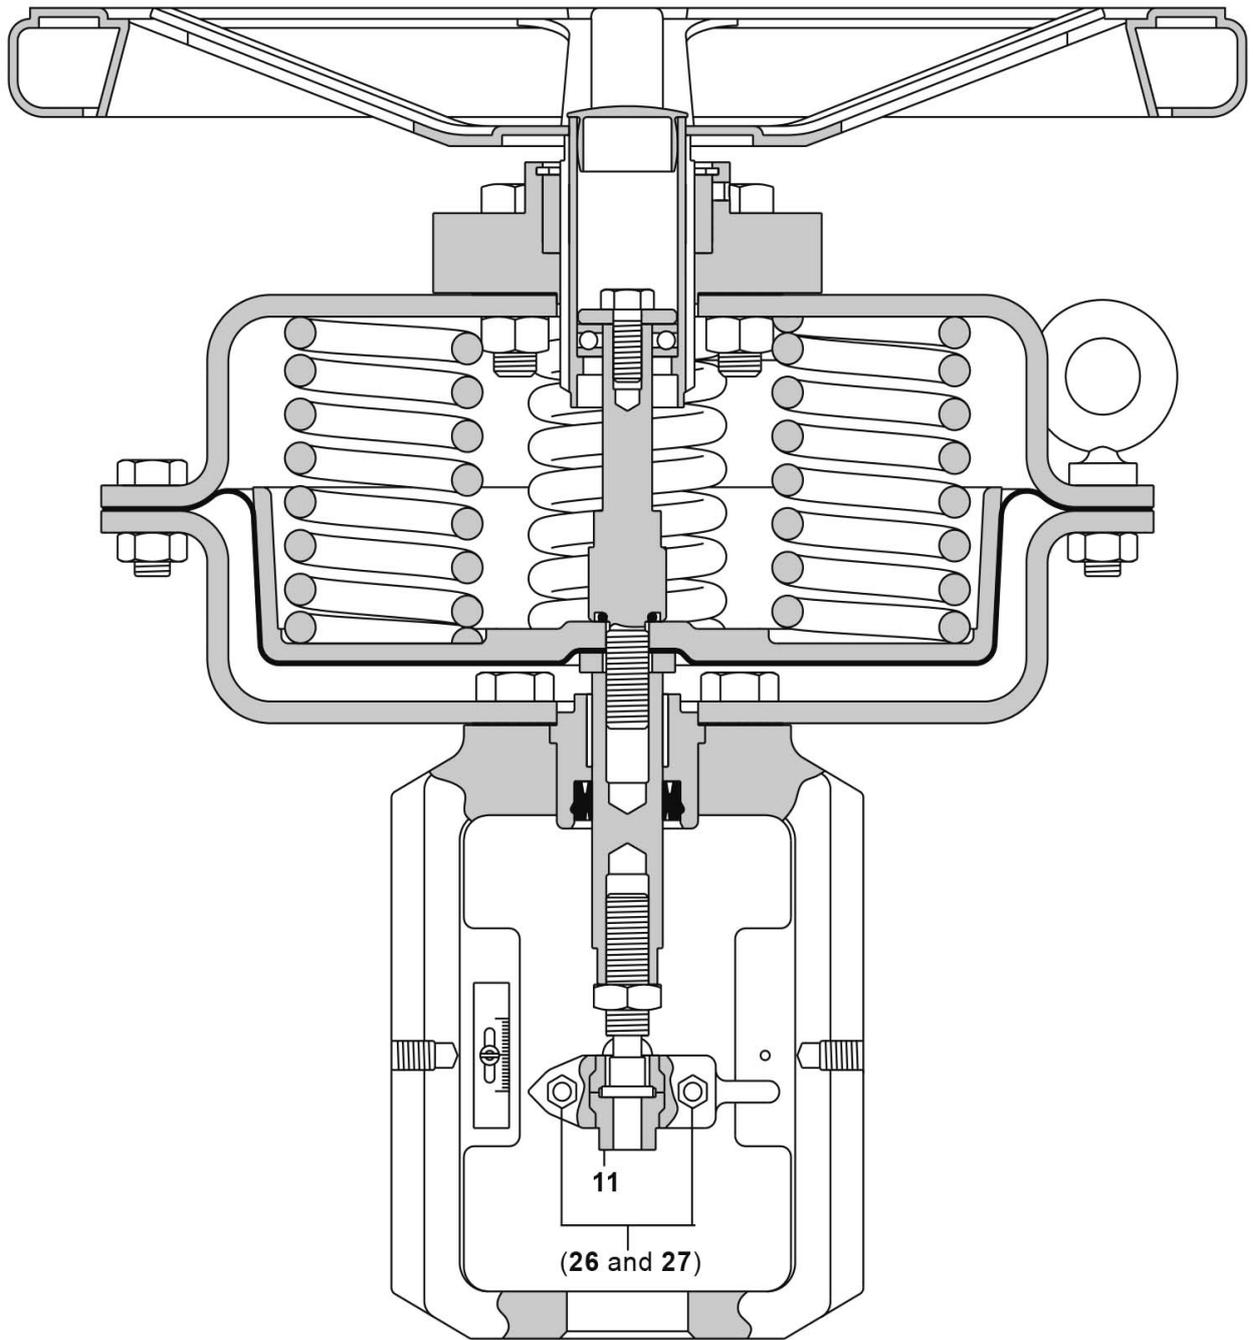

Fig. 10
- Desserrer et enlever les vis et écrous de clamps (26 et 27, voir Fig. 10) et ôter l'adaptateur de vanne (11).